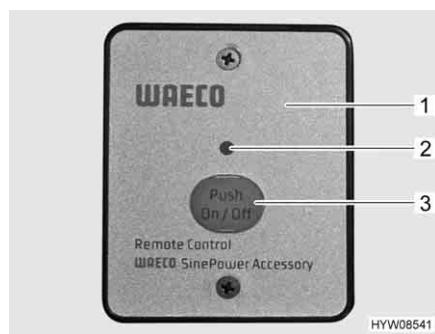

Fig. 111 Interruttore esterno (invertitore)
L'interruttore esterno (Fig. 111,1) è installato sopra la porta di ingresso.
**Accensione:** ■ Premere il tasto "On/Off" (Fig. 111,3). Il LED (Fig. 111,2) si accende.
**Spegnimento:** ■ Premere il tasto "On/Off" (Fig. 111,3). Il LED (Fig. 111,2) si spegne.